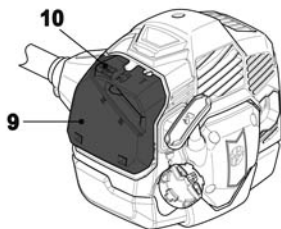

Рис. 36
- > Нажмите на защелку [10] и опустите крышку [9] (рис. 36, 37).